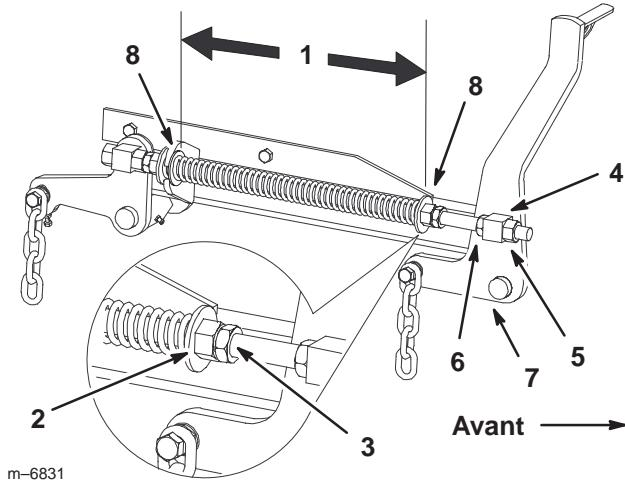

Figure 71
7. Desserrez d'environ 13 mm (1/2 pouce) les écrous de blocage à l'avant des pivots avant gauche et droit (Fig. 71).
8. Réglez les écrous de relevage sur les côtés gauche et droit de la machine de manière à abaisser l'avant de **6 à 10 mm (1/4 à 3/8 pouce)** au point **A** par rapport au point **B** à l'arrière (Fig. 71).
2. Vérifiez que les deux grandes rondelles sont bien espacées de 26,7 cm (10-1/2 pouces) (Fig. 71).
3. Réglez cette distance en desserrant l'écrou de blocage du ressort et en tournant l'écrou devant chaque ressort (Fig. 71). Tournez l'écrou dans le sens horaire pour raccourcir le ressort, et dans le sens inverse pour l'allonger.
4. Bloquez l'écrou en position en serrant l'écrou de blocage du ressort (Fig. 71).